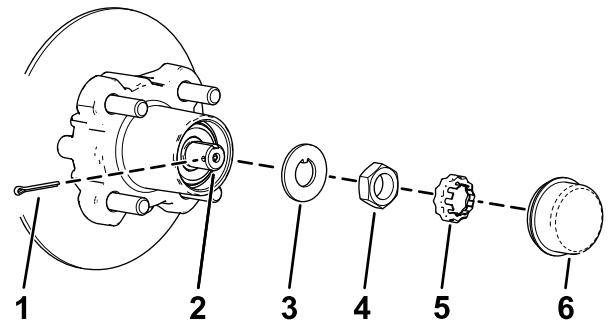
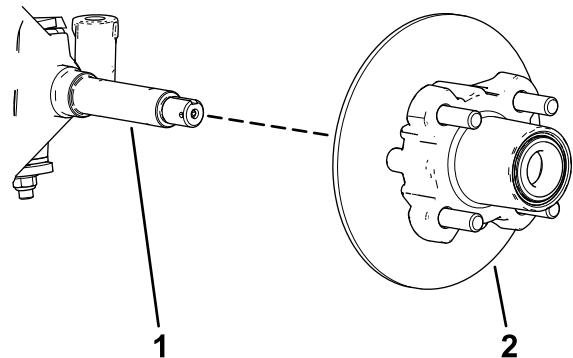

Figure 22
Figure 23
4. Déposez le couvre-moyeu du moyeu (Figure 22).
5. Retirez la goupille fendue et l'arrêt d'écrou de la fusée et de son écrou (Figure 22).
6. Retirez l'écrou de la fusée et déposez l'ensemble moyeu et disque de la fusée (Figure 22 et Figure 23).